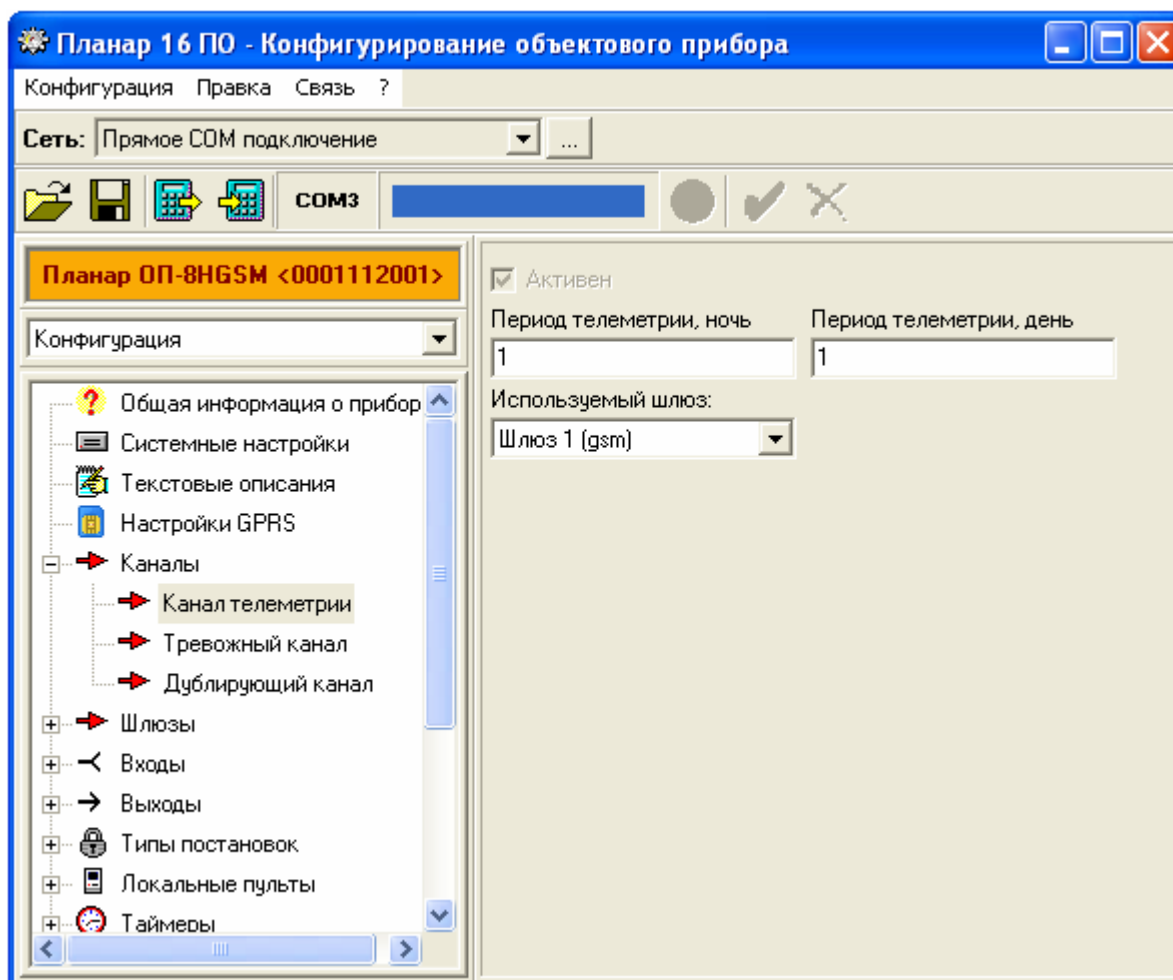

Рис. 12.13 Программирование охранных каналов
12.2.4.1.13.2. Типовое окно программы конфигурирования объектового прибора при программировании охранных каналов приведено на рис.12.13.